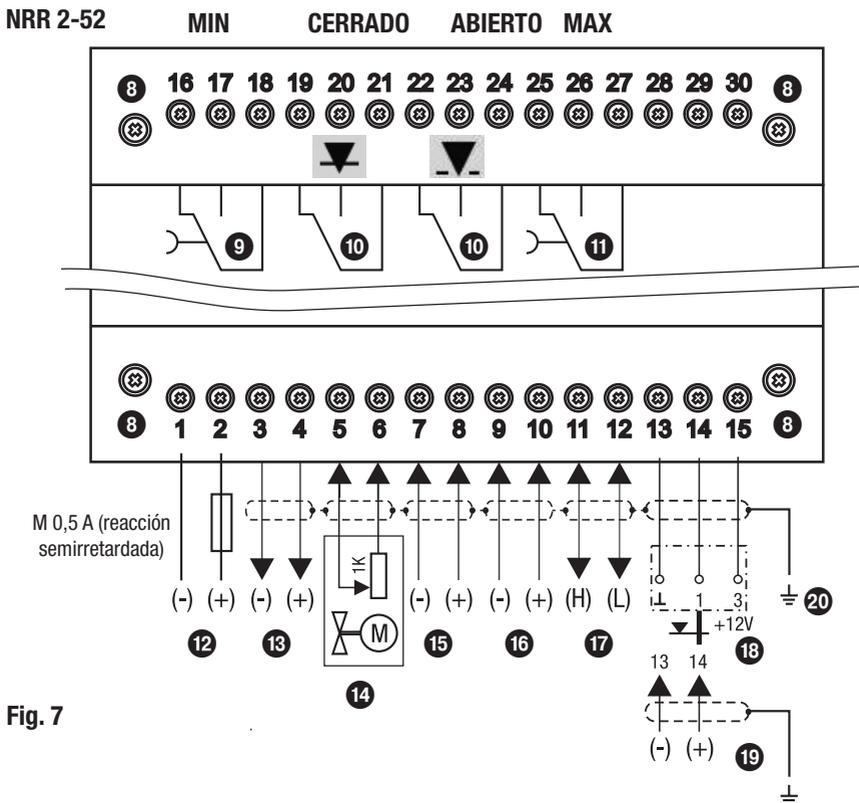

Fig. 7
Para conectar los aparatos debe utilizarse un cable de mando multifilar blindado con una sección transversal mínima de 0,5 mm², por ejemplo, LiYCY 4 x 0,5 mm², longitud máxima 100 m. Conectar los conductores a la regleta de bornes según el plano de conexiones. **Fig. 7, 8**
Para la conexión de los aparatos se adjunta un cable de mando pre-confeccionado con enchufe hembra, considerar la asignación de contactos de la regleta de bornes según el plano de conexiones. **Fig. 7, 8**
Si no se utiliza el cable de mando pre-confeccionado, para la conexión debe aplicarse un cable blindado de varios hilos, por ejemplo, LiYCY 2 x 0,25 mm², sección transversal mínima 0,25 mm², longitud máxima 30 m. Conectar los conductores a la regleta de bornes según el plano de conexiones, **fig. 7, 8**. Conectar los 9 contactos del enchufe hembra D-SUB según la **fig. 11**.
Conectar los conductores a la regleta de bornes según el plano de conexiones. **Fig. 7, 8**
- En la regleta de bornes **inferior**: Aflojar los tornillos de sujeción izquierdo y derecho. **Fig. 7, 8**